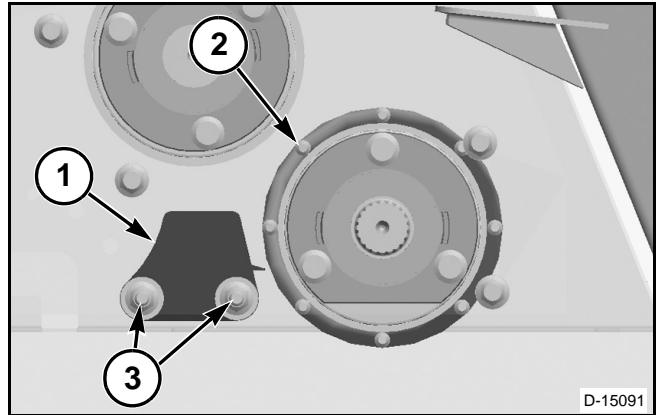

FIG. 78
FIG. 78: Compruebe la separación entre la cuchilla (1) y las barras del rodillo de inicio (2). Deberá haber una separación de 1,5 a 3 mm (0,059 a 0,118 pulg) entre la cuchilla y las barras del rodillo de inicio. Gire el rodillo de inicio, al menos, una revolución para asegurarse de que la cuchilla no toque ninguna de las barras del rodillo de inicio. Si la separación no es correcta, afloje los pernos de ajuste (3) para graduarla. Ajuste los pernos de ajuste.